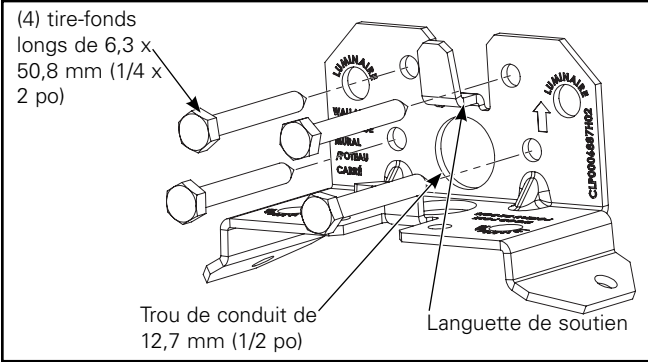

Figure 2.
- **Montage mural ou sur poteau carré :** Placez le support (montage mural/poteau carré) de façon à ce que la face soit contre la surface de montage. La flèche du support doit pointer vers le haut. (Figure 2.)